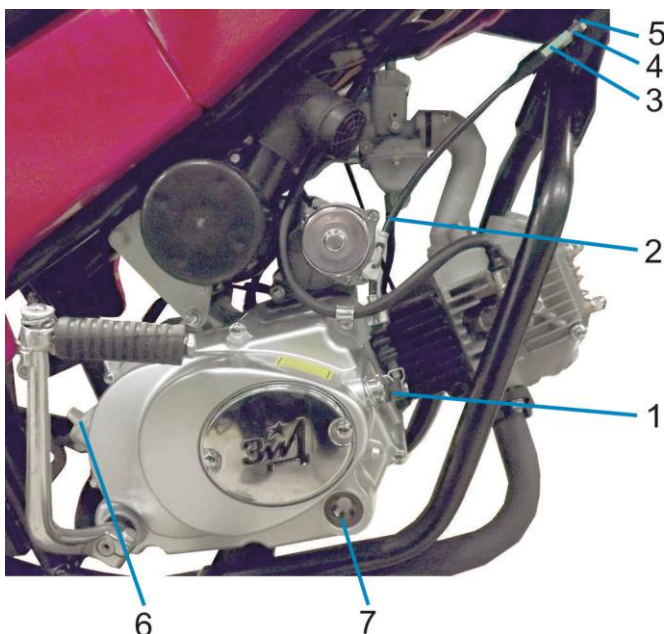

Рис. 4. Механизм привода выключения сцепления
Рычаг управления сцеплением 9 расположен на левой стороне руля и соединен гибким тросом (поз.2 рис. 4) с рычагом выжима сцепления (поз.1 рис. 4), расположенным с левой стороны двигателя. При нажатии на рычаг управления сцеплением происходит временное отсоединение силовой передачи от двигателя.
2. Выньте из двигателя щуп уровня масла поз. 6 (рис. 4) и протрите его стержень. Не вкручивая, опустите щуп в масло, выньте его и убедитесь, что граница масляной пленки находится между верхней и нижней отметками на стержне. В случае необходимости долейте масло до верхней отметки.
Привод выключения сцепления регулируется винтом регулировочным 4 и гайкой специальной 3 (рис. 4). Придерживая гайку специальную 3 (рис.4), винтом регулировочным 4 отрегулировать свободный ход на конце рычага управления сцеплением поз. 9 (рис. 1). **Свободный ход на конце рычага сцепления от исходного положения до начала включения сцепления должен быть 10 - 12 мм.** После регулировки контргайку 5 (рис.4) завернуть до упора.